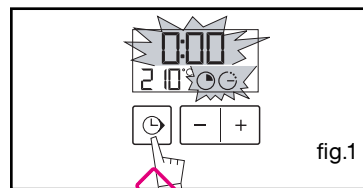

fig.1
Le sélecteur de fonction doit obligatoirement être sur la position 0 (fig.1).
Celle-ci ne doit pas clignoter (fig.1).
- Choisissez le mode de cuisson souhaité et ajustez la température (fig. 1).
L'affichage clignote à 0h00 pour indiquer que le réglage est alors possible (fig. 1).
- Appuyez sur la touche "⌚" (fig.1) jusqu'à faire clignoter le symbole minuterie
- Réglez et validez l'heure de votre programmeur à 0h10 (fig.1).